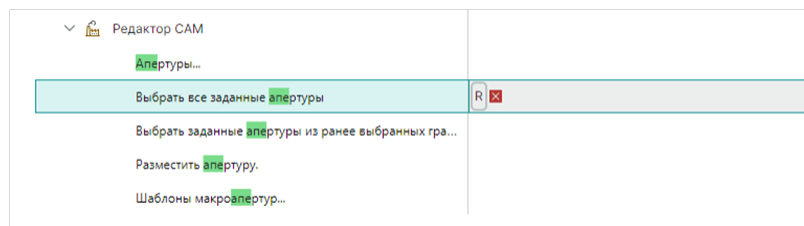

Рис. 76 Отображение заданной комбинации клавиш
4. Быстрая клавиша будет задана, см. Рис. 76.